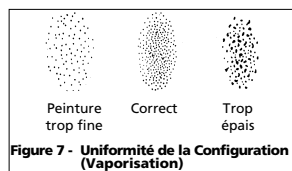

Figure 7 - Uniformité de la Configuration (Vaporisation)
fluide au sens contraire des aiguilles d'une montre. Observer la configuration du débit sur la cible et ajuster le bouton de réglage de fluide jusqu'à ce que vous obtenez la configuration (vaporisation) désirée (Voir Figure 7).
5. Si la vaporisation est trop épaisse, diminuer la pression du réservoir avec le régulateur du réservoir. Tirer brusquement sur la gâchette ou ouvrir la soupape de décharge pour dissiper la pression, ensuite augmenter la pression lentement afin d'obtenir la consistance de configuration correcte (Voir Figure 7).